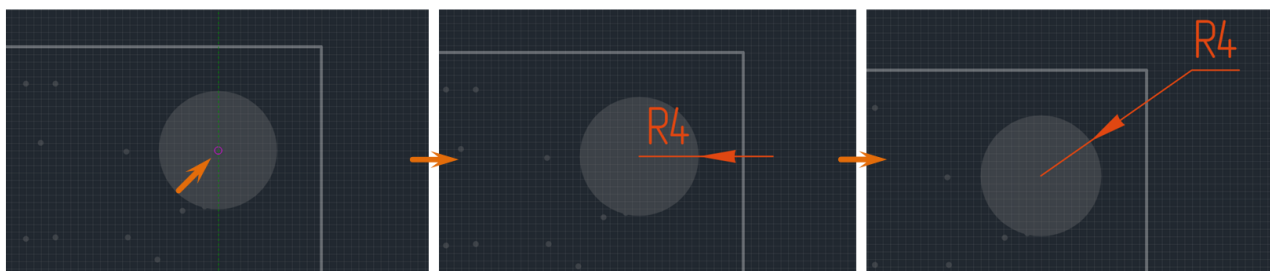

Рис. 418 Размещение радиальной размерной линии
4. Укажите границу измерения, переместите курсор, установите длину и направление выносной линии, см. Рис. 418. Возможный вид размерной линии будет отображаться на экране.